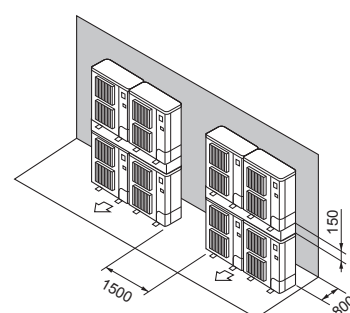

Fig. 2-14
- ⑦ Бөлшектелген блоктарды орналастыру (Fig. 2-14)